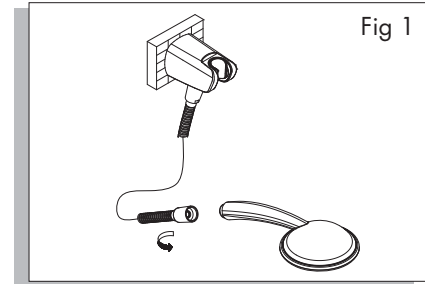

Fig 1
1. The stub-out pipe for installation must be $5/8''$ (+/- $1/8''$) measured from the finished wall surface. Apply plumber's tape (included) to the pipe nipple threads (Fig 1).
1. El tubo de empalme para la instalación debe estar a $5/8''$ (+/- $1/8''$) medidos desde la superficie de la pared acabada. Ponga cinta de plomero (incluida) en la boquilla roscada de la tubería (fig. 1).
1. La distance entre le mur fini et l'embout du tuyau doit être de $5/8$ po ou de $1,58$ cm (+/- $1/8$ po ou 32 mm). Enrouler le filetage du tuyau avec du ruban pour tuyau (fourni) (fig. 1).
1. Remove handshower from hose by unscrewing hose conical counter-clockwise (Fig 1).
1. Quite la ducha de mano de la manguera desenroscando la sección cónica de la manguera en sentido antihorario (fig. 1).
1. Tourner la douche à main dans le sens contraire des aiguilles d'une montre pour la détacher du flexible (fig. 1).